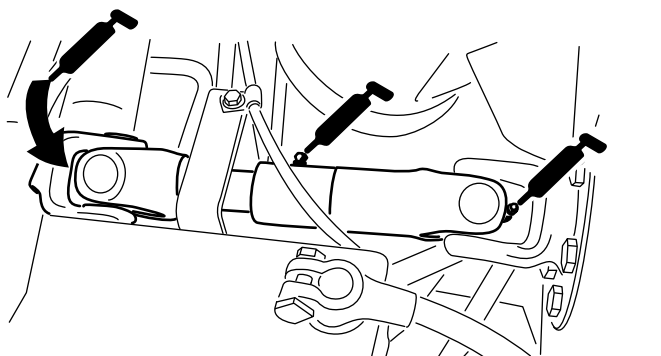

Figura 36
- Giunto a U dell'albero di trasmissione della pompa (3) (Figura 36)